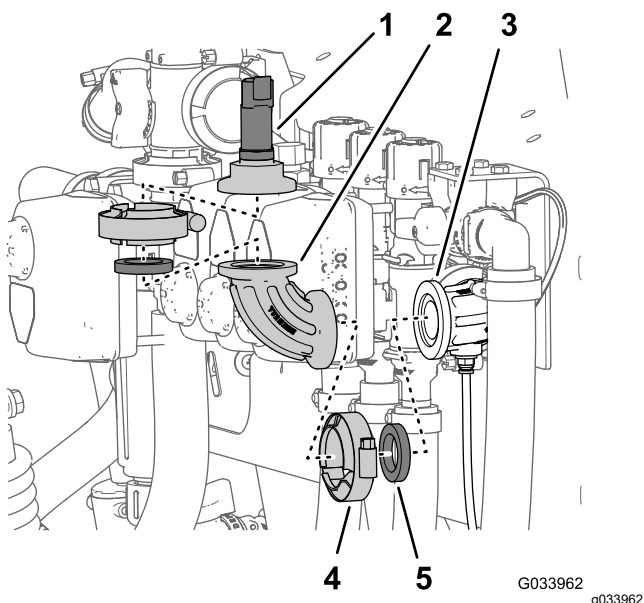

Bild 26
2. Entfernen Sie die Flanschklemme, mit der der Druckwandler am 90°-Anschlussstück befestigt ist, und nehmen Sie den Umwandler, die Dichtung und Flanschklemme ab (Bild 26).
- Entfernen Sie die Flanschklemme, mit der das 90°-Anschlussstück am 90°-Anschlussstück mit einem Anschluss für den Messschlauch befestigt ist, und nehmen Sie das 90°-Anschlussstück, die Dichtung und Flanschklemme ab (**Bild 26**).